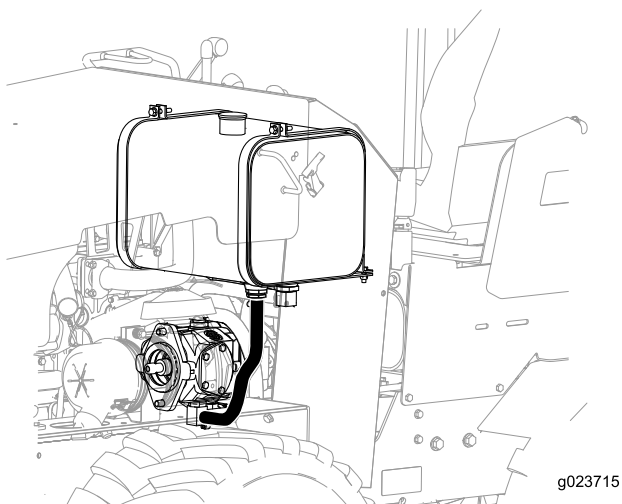

Figure 43
5. Pincez le flexible indiqué à la Figure 43 et retirez le collier qui est fixé à l'autre bout au raccord en T.
12. Montez le flexible comme montré à la Figure 43.